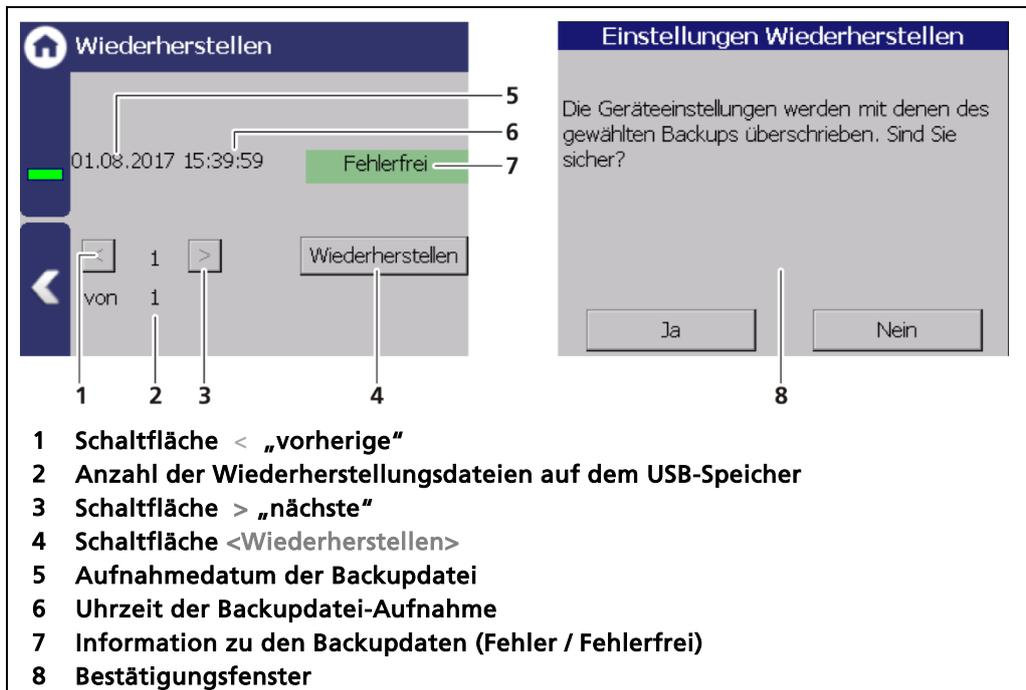

Abb. 134 Wiederherstellung
2. Wählen Sie die Backup-Datei mit den Schaltflächen (Abb. 134, Pos.1, 3).
- ▶ Das Datum und die Uhrzeit des Backups wird angezeigt (Abb. 134, Pos.5, 6). Nur fehlerfreie (Abb. 134, Pos.7) Backup-Dateien können geladen werden.
3. Klicken Sie auf die Schaltfläche „Wiederherstellen“ (Abb. 134, Pos.4).
4. Eine Bestätigungsmeldung (Abb. 134, Pos.8) erscheint.